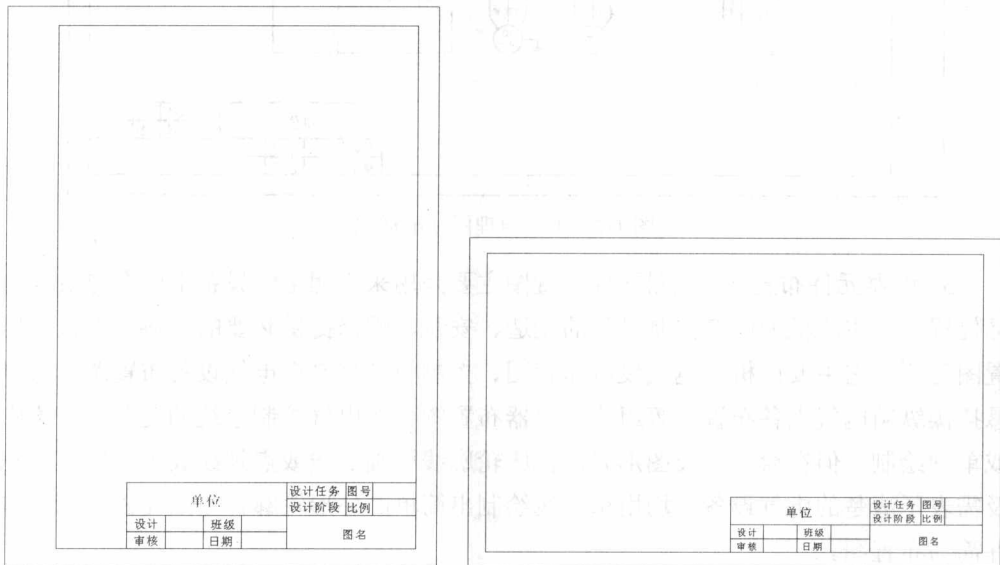

图 1-1 电气图图面格式
(1) 图纸的严格标准。完整的电气图图面通常由边框线、图框线、标题栏、会签栏组成，其格式如图 1-1 所示。